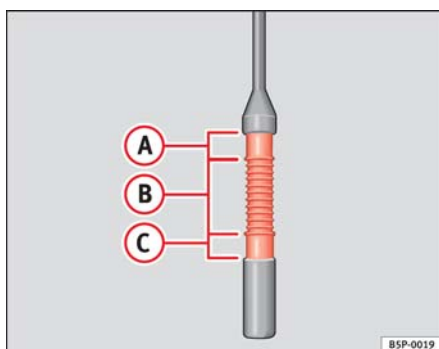

Fig. 144 Varilla de medición del nivel de aceite.
- Vuelva a extraer la varilla de medición y compruebe el nivel de aceite que indica el extremo inferior de la varilla de medición ⇒ fig. 144.
Si el nivel se encuentra en la zona ⇒ fig. 144 (A), no se debe añadir aceite.